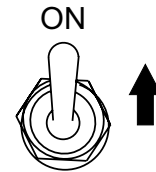

Figure 21. Commutateur de fonctionnement (ON)
4. Placez le commutateur de fonctionnement de la génératrice sur la position **ON** (Figure 21).